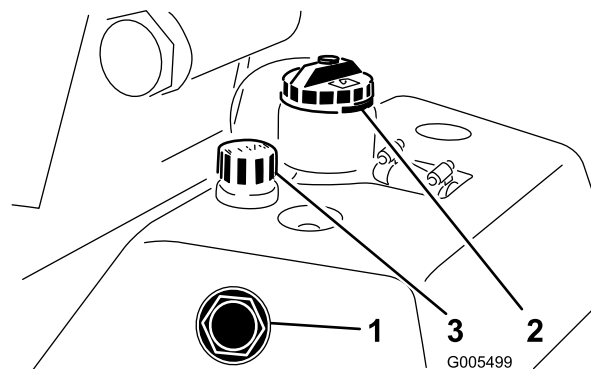

Figura 26
1. Coloque la máquina en una superficie nivelada. Asegúrese de que la máquina se ha enfriado, para que el aceite esté frío. Compruebe el nivel de aceite observando la mirilla, en el lado del depósito de aceite auxiliar (Figura 26). Si el nivel de aceite llega a la marca Full (lleno) junto a la mirilla, el nivel de aceite es suficiente.